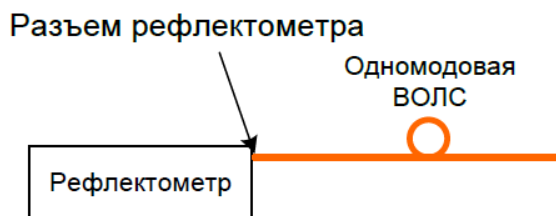

Рисунок 9.3 – Схема измерений затухания методом обратного рассеяния в одномодовой ВОЛС
6. Соберите схему, в соответствии с Рис. 9.3.